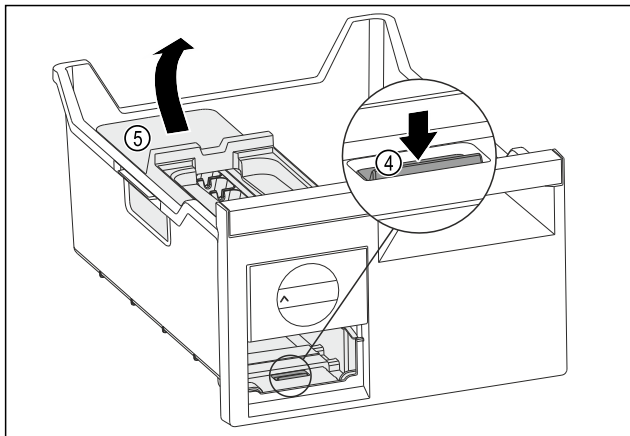

Fig. 141
- Izvadite tijelo sustava EasyTwist-Ice: Pritisnite jezičak Fig. 141 (4) prstom prema dolje i istovremeno drugom rukom podignite tijelo sustava EasyTwist-Ice Fig. 141 (5) straga.